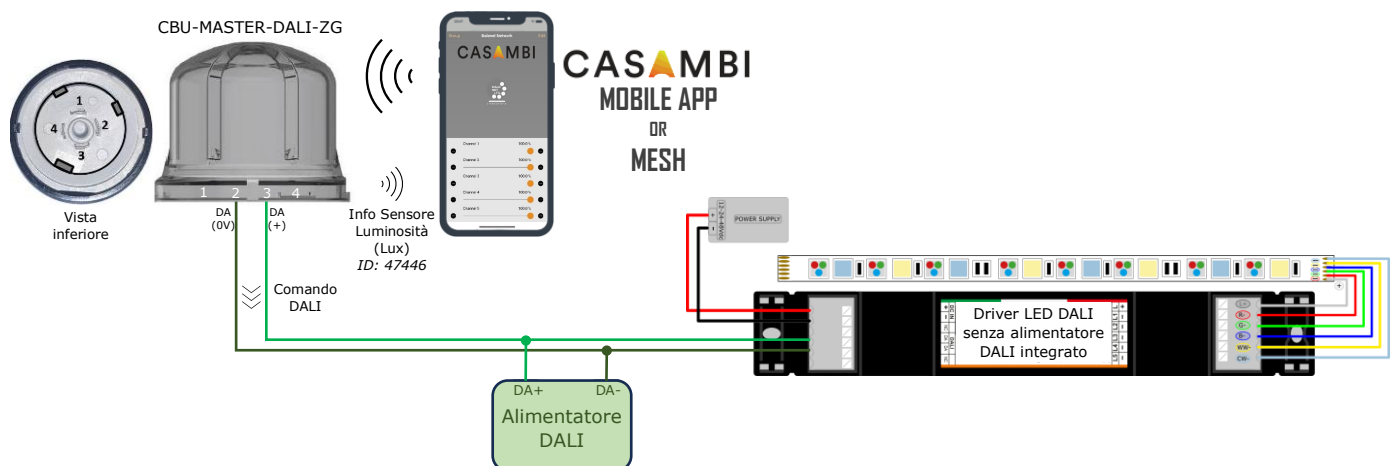

Figura 2: Schema elettrico per driver LED con alimentatore DALI esterno
3. **Alimentatore DALI (se necessario):** cablare un alimentatore DALI sul bus DALI solo se il driver LED DALI (o nessun altro dispositivo all'interno della rete DALI) non fornisce già alimentazione al bus (vedi Figura 2).